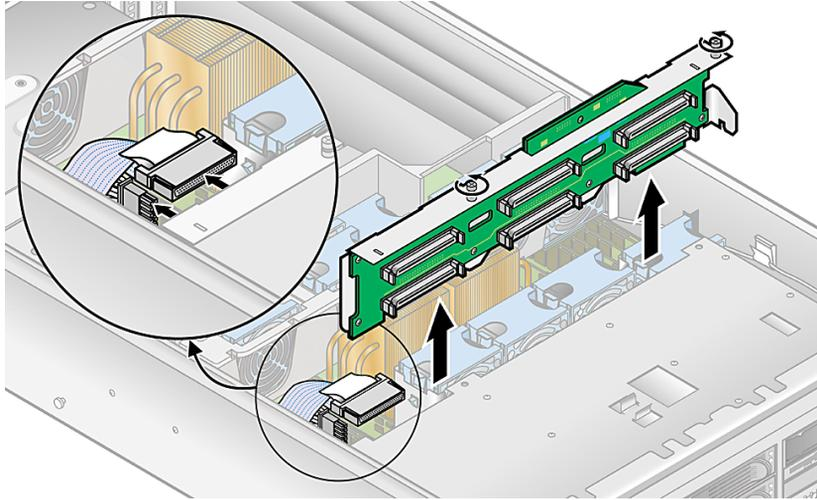

FIGURE 4-19 Retrait de l'ensemble backplane SCSI
4. **Déconnectez le câble de signal SCSI et le câble d'alimentation qui relie l'arrière de la carte à circuits du backplane SCSI (voir FIGURE 4-19):**
5. **Desserrez les deux vis prisonnières qui fixent l'ensemble backplane SCSI au châssis (voir FIGURE 4-19).**